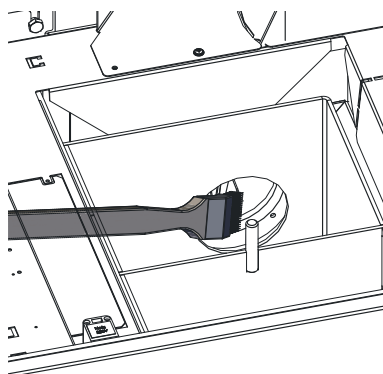

Fig. 50 Nettoyer la roue de ventilateur et aspirer
- ▶ Nettoyer la roue de ventilateur avec un pinceau – Fig. 50.